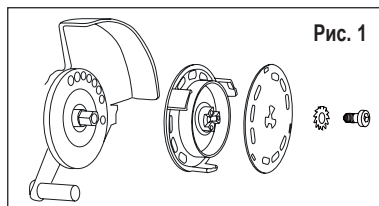
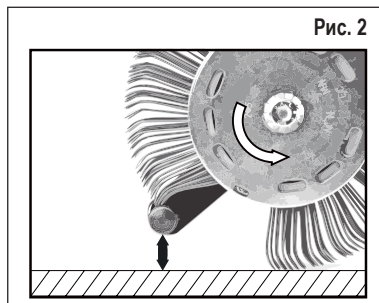

Рис. 1
Рис. 2
3. Отключите подачу сжатого воздуха, затем должным образом закрепите ленту Die Blaster® 11 мм в инструменте при помощи соответствующей системы фиксации **AS-012** (проверьте направление вращения) и предусмотренных для этой цели стопорной шайбы и винта. См. Рис. 1 и Рис. 2
- Вы используете ленту в неправильном направлении? – Выровняйте щеточную ленту так, чтобы она вращалась в предписанном направлении (см. главу 6 Ввод в эксплуатацию, рис. 2).